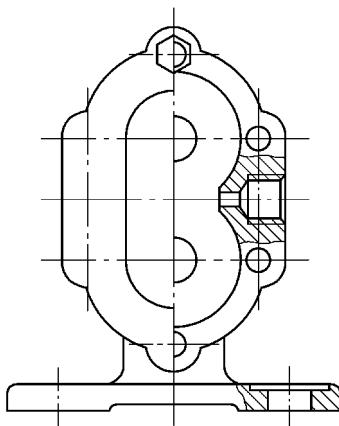

图 12-28 插入螺栓头左视图
5) 插入块“lstz”至泵体零件图的左视图中，插入点为最上方螺孔的圆心，如图 12-28 所示。